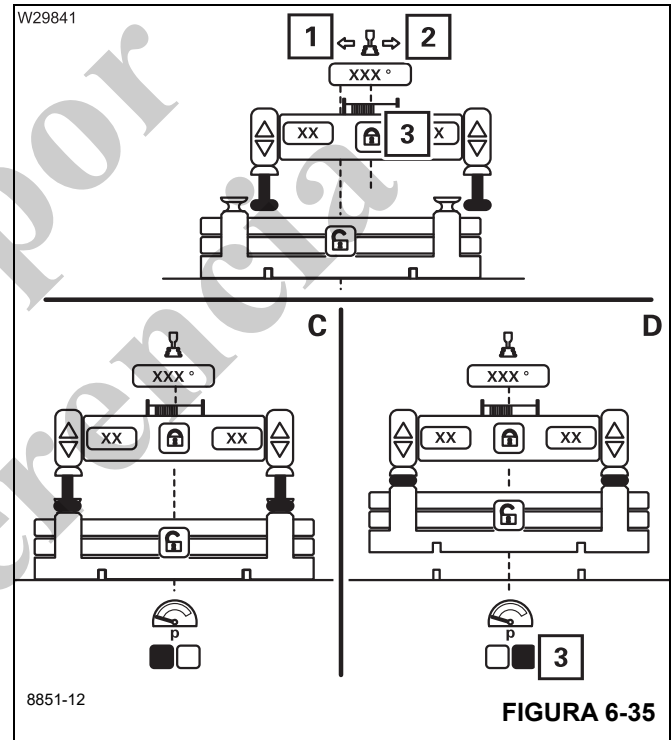

FIGURA 6-35
- Para girar, mueva la palanca de control en el sentido visualizado (1), (Figura 6-35) o (2), (Figura 6-35) – el modo automático continúa.
- La superestructura gira a su posición (C), (Figura 6-35).
- Los cilindros de elevación se retraen (D), (Figura 6-35).
- El contrapeso está precargado – símbolo (3), (Figura 6-35), verde.